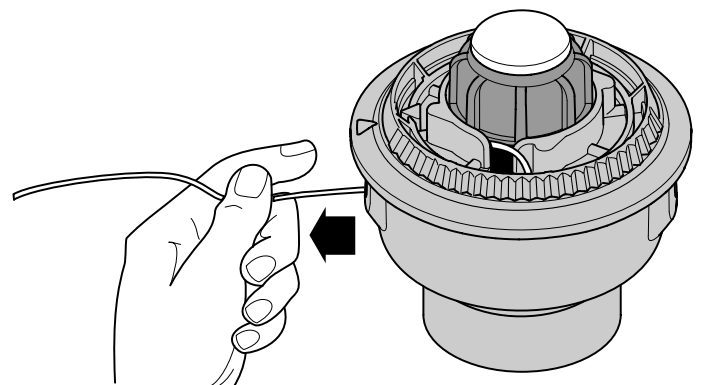

Fig. 19
6. Tirez le fil de la bobine extérieure jusqu'à ce qu'il soit bien serré contre le moulinet intérieur (Fig. 19).